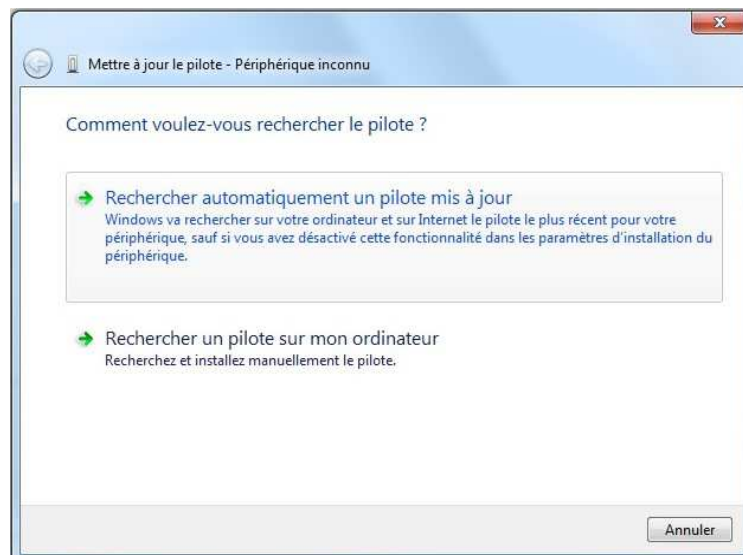

Figure 13 : Recherche du pilote
- Une nouvelle fenêtre s'ouvre. Elle permet de choisir le mode de recherche du pilote à installer (cf. Figure 13). Il faut sélectionner « Rechercher un pilote sur mon ordinateur » .